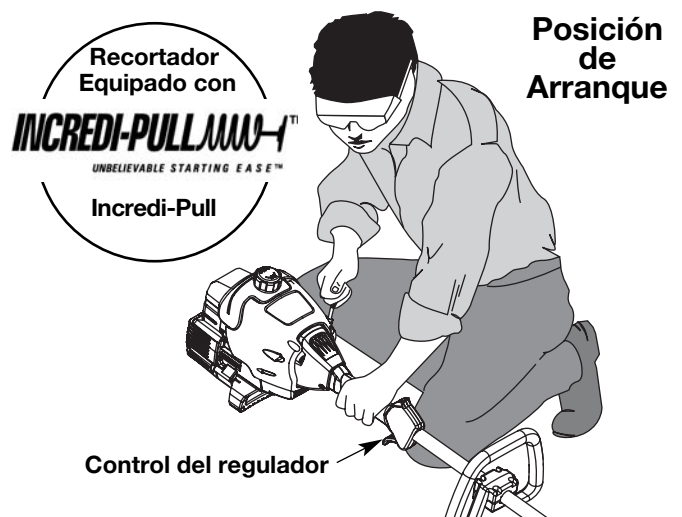

Fig. 5
**ADVERTENCIA:** Evite los arranques accidentales. Colóquese en posición de inicio cuando tire de la cuerda de arranque (Fig. 5). El operador y la unidad deben estar en una posición estable al arrancar la unidad para evitar graves lesiones personales.
5. Colóquese en la posición de arranque y **no apriete el control de aceleración** (Fig. 5). Hale el cordón de arranque con un **movimiento controlado y uniforme** hasta que el motor trate de arrancar. Repita hasta que el motor arranque.